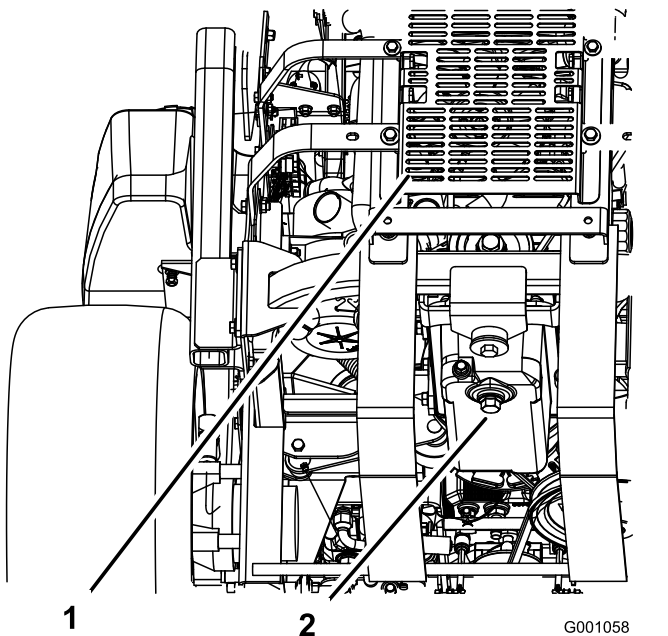

Figure 61
5. Placez un bac de vidange sous l'orifice de vidange. Retirez le bouchon de vidange et laissez s'écouler toute l'huile (Figure 61).